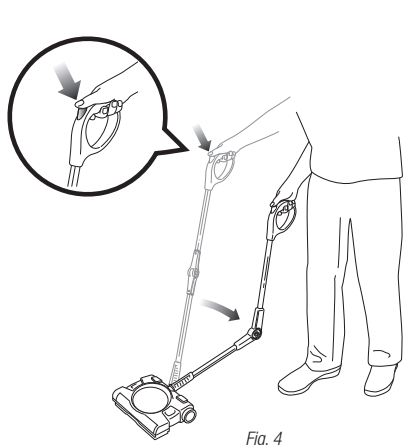

Fig. 4
- 5 El mango Backsaver^{MR} de Shark[®] facilita la limpieza debajo de los muebles. Simplemente presione el botón del mango con su pulgar para activar la función Backsaver^{MR} de Shark[®]. (fig. 4)